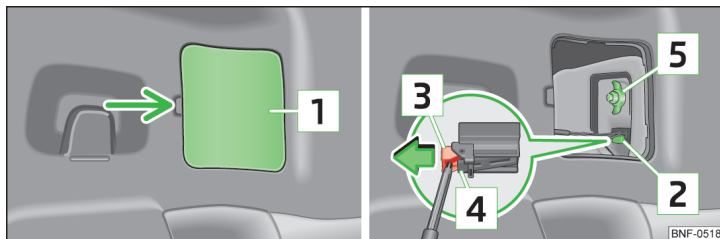

Fig. 134 Desmontar la luz posterior
- Haga palanca para levantar la cubierta **1** » fig. 134 en el sentido de la flecha.
- Atornille y fije la tuerca de plástico **5** » fig. 134.